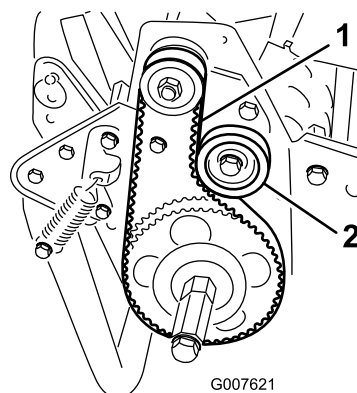

Figura 38
2. Verifique a tensão pressionando a correia a meio curso entre as polias (Figura 38) com uma força de 18 a 22 N.
- A. Desaperte a porca de montagem da polia intermédia e incline-a para o lado de trás da correia até que obtenha a tensão desejada da correia (Figura 38).